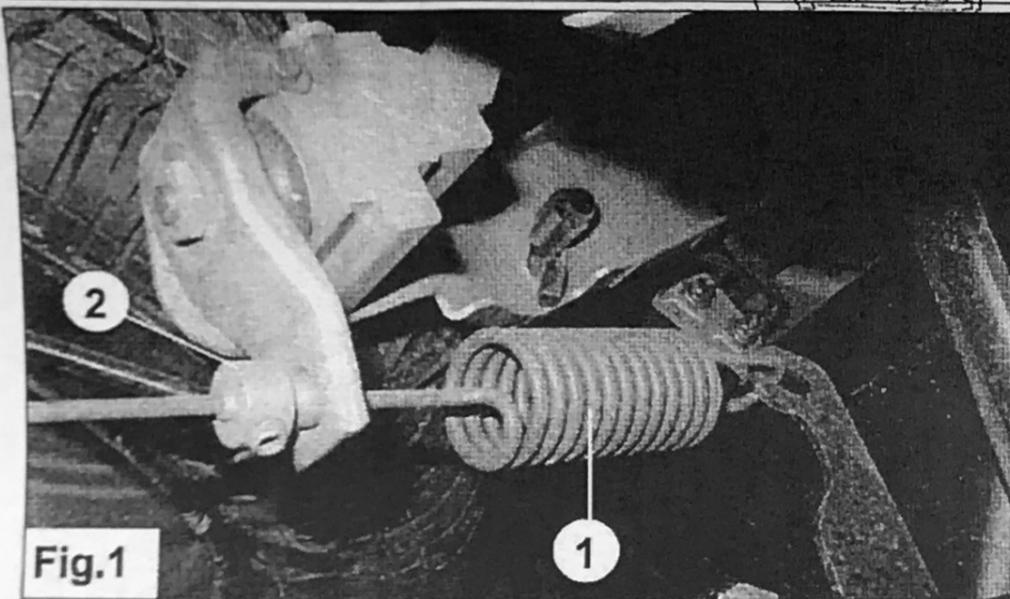

Fig.1
1. Dismount the LSV spring 1. See Fig.1.
1. Démontez le CFA du ressort 1. Voir fig. 1.
1. Desmónte el muelle de válvula reguladora de freno 1 (LAR). Véase fig. 1.